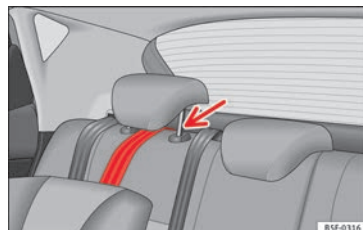

Fig. 33 Sangle de fixation : réglage et montage corrects.
- Placez la sangle sous l'appuie-tête de la banquette arrière » » fig. 33 (soulevez l'appuie-tête si nécessaire).